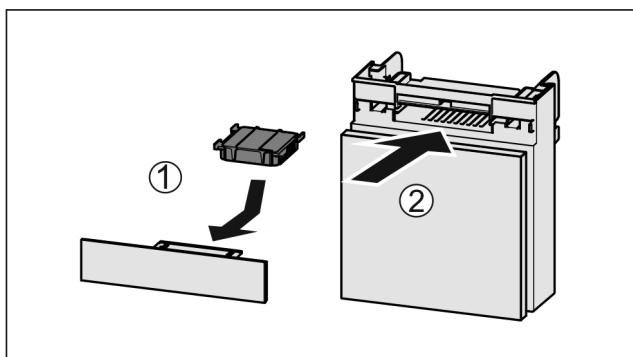

Fig. 95
- Vložte aktívny uhlíkový filter podľa obrázka Fig. 95 (1).
- Zasuňte zásuvku Fig. 95 (2).